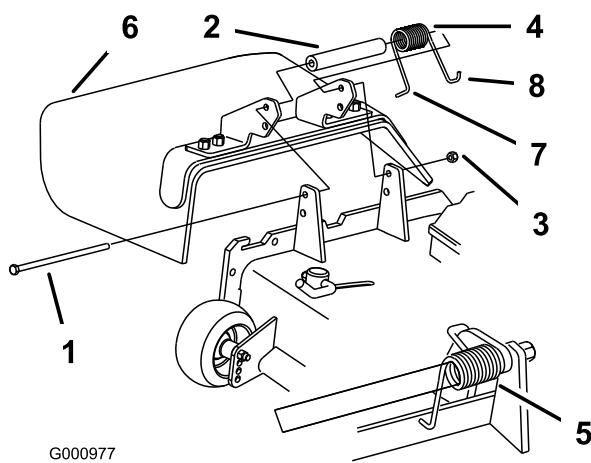

Figura 38
1. Retire la contratuerca, el perno, el muelle y el espaciador que sujetan el deflector a los soportes de pivote (Figura 38). Retire el deflector de hierba dañado o desgastado.
**Nota:** Asegúrese de colocar el extremo en **L** del muelle detrás del reborde de la carcasa antes de instalar el perno, según se muestra en Figura 38.
3. Instale el perno y la tuerca. Coloque el extremo en **J** del muelle alrededor del deflector de hierba (Figura 38).